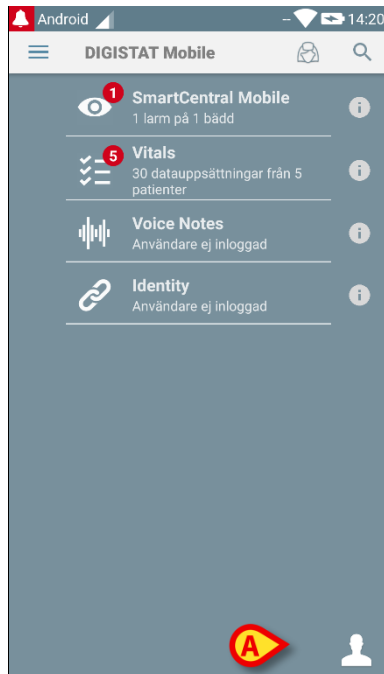

Fig. 18
- Tryck på **Inloggning** i det nedre högra hörnet på skärmbilden Programlista (Fig. 18 A)